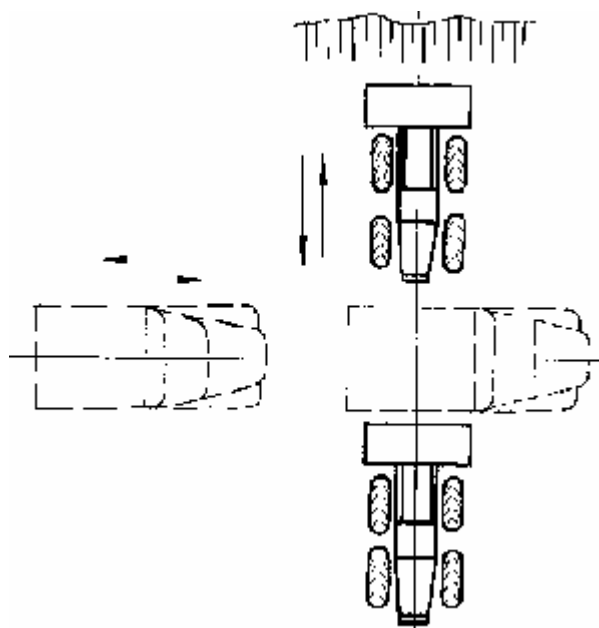

Рис. 12.3 – Схема работы погрузчика челночным способом.
- перемещение погрузчика челночным способом вперед и назад на 6 - 10 м перпендикулярно фронту нагружаемой породы без разворота (Рис. 12.3);